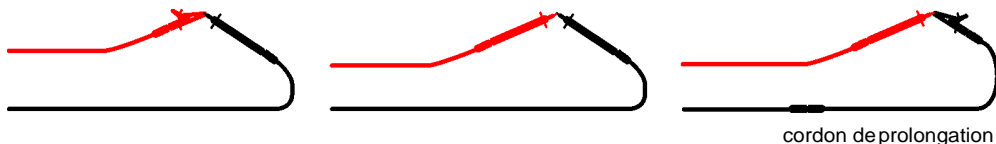

Figure 5.9 : court-circuit sur les cordons de test
1. Vérifier que le contrôleur est dans une des sous-fonctions *RLOW* ou *CONT*. Connecter le câble de test au contrôleur et court-circuiter les cordons comme indiqué figure 5.9.